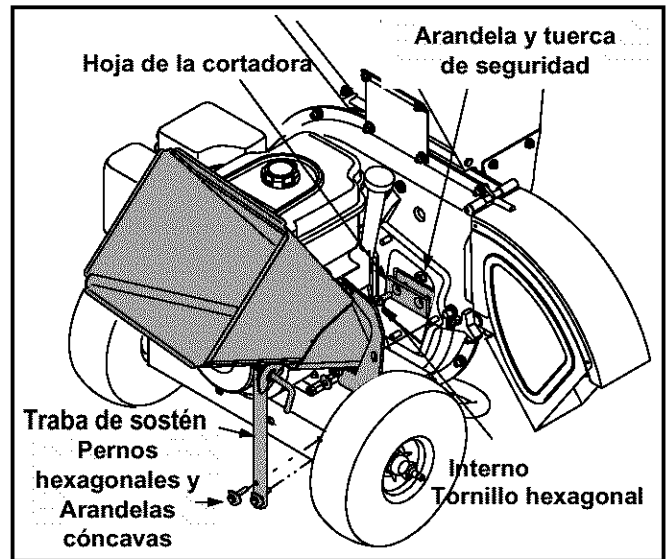

Figura 18
- Saque la traba de sostén del canal de la cortadora del marco. Para ello saque los dos pernos hexagonales y las arandelas cóncavas que la aseguran. Ver Figura 18.
- Para sacar el canal de la cortadora saque las tres tuercas hexagonales y las arandelas que lo aseguran a la caja del motor. Ver Figura 18.
**NOTA:** Use una llave hexagonal de 3/16" (Allen) en el exterior de la hoja y una llave de tubo de 1/2" (o cubo) en el interior del motor. Ver Figura 18. Sostenga la llave Allen quieta y gire la llave de tubo (o cubo) para aflojar la tuerca.